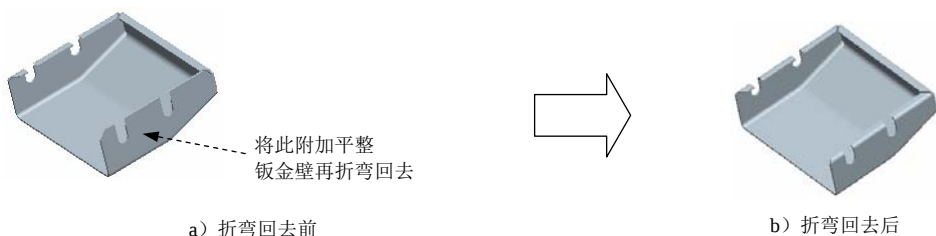

图 11.6.42 折回特征 1
Step16. 将图 11.6.42 所示的右侧附加平整钣金壁再折弯回去。